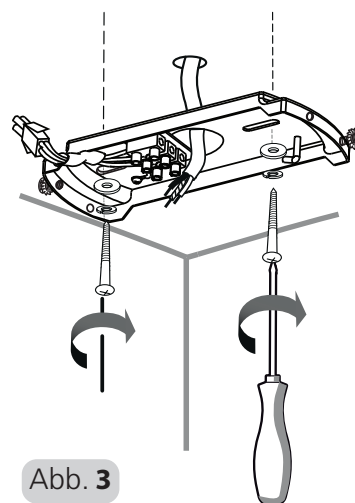

Abb. 3
4. MONTAGE DER AUFHÄNGEHALTERUNG: Suchen und markieren Sie die Mitte des Balkens. Führen Sie die Kabel für die Stromversorgung durch das Loch in der Halterung und befestigen Sie die Halterung mit den Unterlegscheiben, Federscheiben und Holzschrauben am Deckenbalken. Siehe Abb. 3
4. INSTALLING THE HANGING BRACKET: Locate and mark the center of the joist. Pass the supply wires through the hole in the bracket. Secure the bracket to the ceiling joist by using the flat washers, spring washers and wood screws. Refer to Figure 3.
4. INSTALLATION DU SUPPORT DE SUSPENSION : Repérez et marquez le centre de la solive. Passez les câbles d'alimentation à travers le trou du support. Fixez le support à la solive de plafond à l'aide des rondelles plates, des rondelles élastiques et des vis en bois. Voir Figure 3.
9. **MONTAGE VAN DE OPHANGBEUGEL:** Bepaal en markeer het midden van de draagbalk en leid de voedingsdraden door het gat in de beugel. Zet de beugel vast aan de plafondbalk met behulp van de vlakke sluitringen, de veeringen en de houtschroeven. Zie Fig. 3
4. **INSTALAÇÃO DO SUPORTE DE SUSPENSÃO:** Localize e marque o centro da viga. Passe os fios de alimentação pelo furo no suporte. Prenda o suporte à viga do teto utilizando as anilhas planas, anilhas de mola e parafusos de madeira. Consulte a Fig. 3